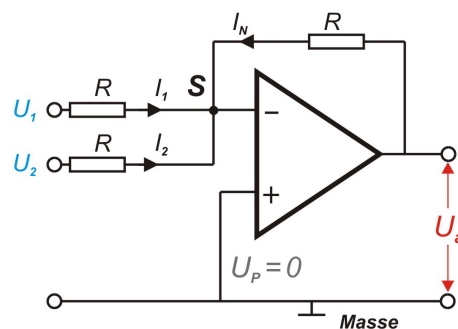

Abbildung 13: Der OpAmp lernt addieren.
- (M7) Bauen Sie die Schaltung nach Abb. 13 auf ($R = 10 \text{ k}\Omega$).